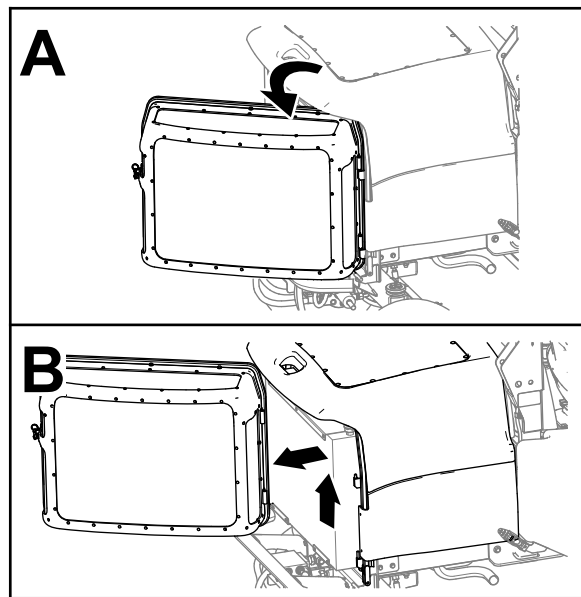

Bild 63
3. Entriegeln Sie das Motorgitter, öffnen Sie es und heben Sie es von der Maschine ab (Bild 63).